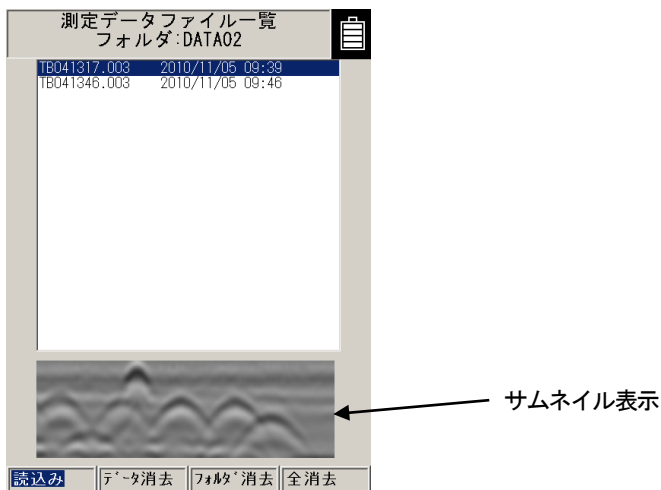

図 3-30 CF 制御画面
**12**CF ボタンを押すと画面が図 3-30 に示す CF 制御画面に移り、データが保存されたかを確認することができます。また、この画面では、保存したデータのサムネイル表示、読み込み、データ消去、フォルダ消去及び全消去を行うことができます。詳しくは、「3.7 項 CF 制御画面について」を参照してください。
CF 制御画面においてカーソル▲▼キーでファイルを選択すると、探査結果をサムネイル表示部に簡易的に表示します。(図3-30参照)